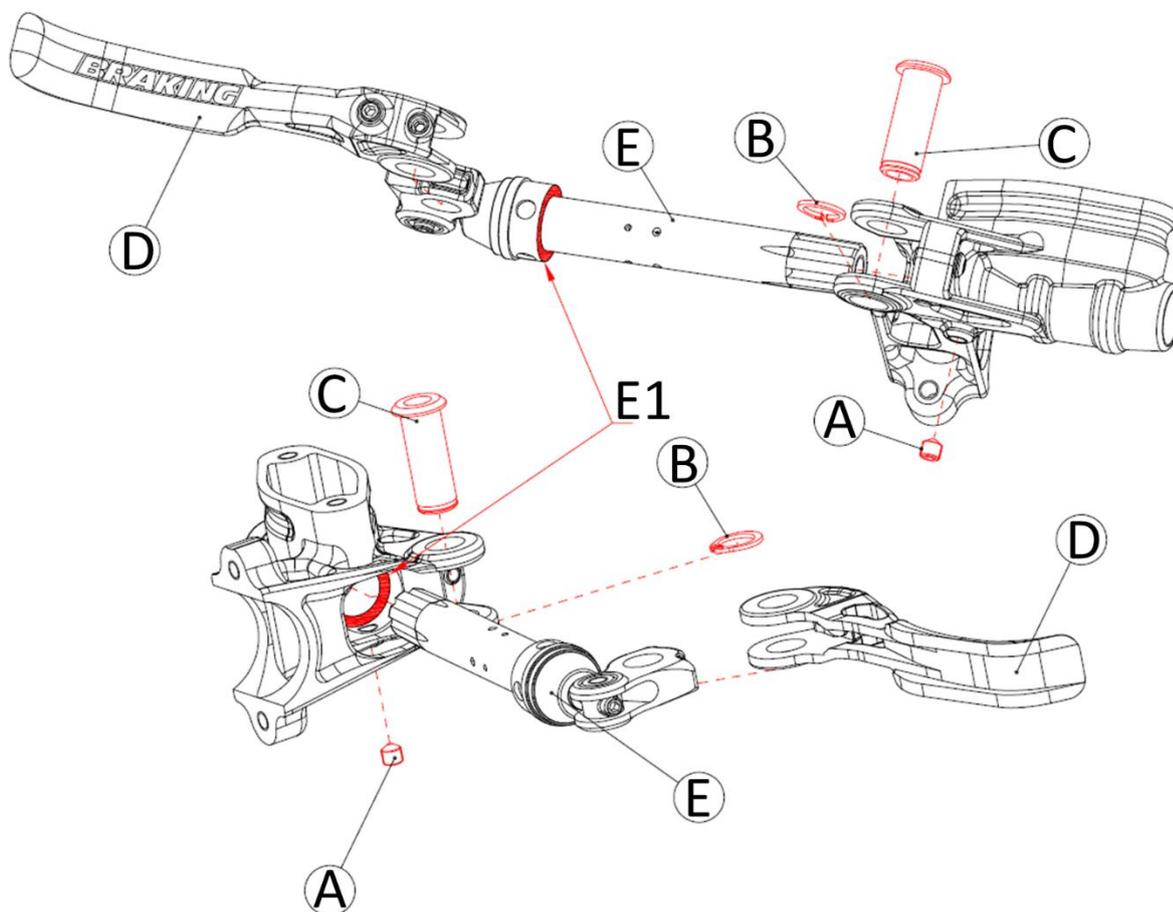

Figura 22: Inserimento cartuccia, piani di appoggio
- 9) Spingere la cartuccia **E** nel corpo pompa fino a far coincidere il piano **E1** sulla cartuccia con il piano **E1** sul corpo pompa, come mostrato in **Figura 22**